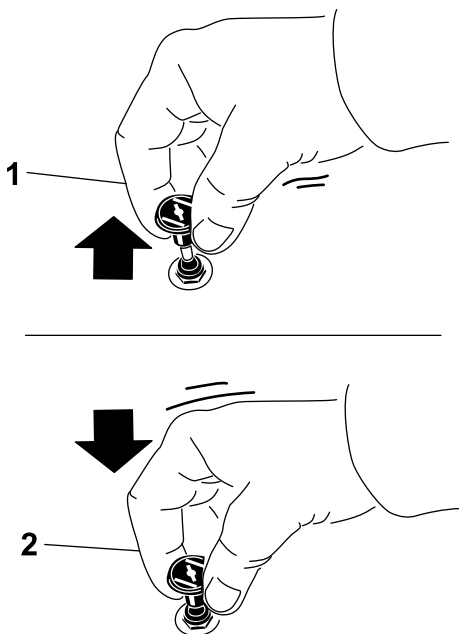

Figura 29
1. Trageți în sus maneta de oc pentru a aciona ocul, înainte de a utiliza comutatorul de contact (Figura 29).
2. Apăsai în jos maneta de oc pentru a decupla ocul după ce motorul a fost pornit (Figura 29).